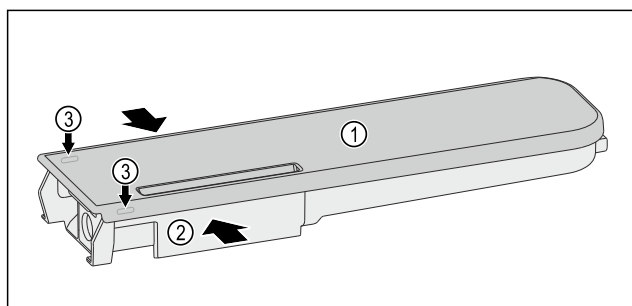

Fig. 125
- ▶ Presser le réservoir d'eau Fig. 125 (2) et faire lever le couvercle Fig. 125 (1) par les ergots Fig. 125 (3).
- ▶ Faire légèrement bouger le couvercle Fig. 125 (1) de l'avant vers l'arrière puis le retirer par le haut.